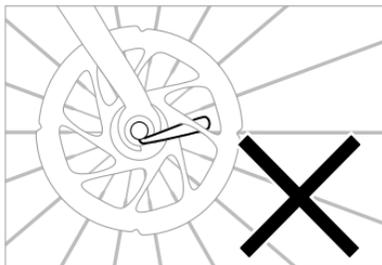

図 2.4
2. クイックリリースを締め付け、ドロップアウトの正しい位置で固定しましょう。クイックリリースをチェーンステイに平行となるよう正しく閉じないと、レバーがディスクブレーキローターと絡まる恐れがあります (図 2.4)。